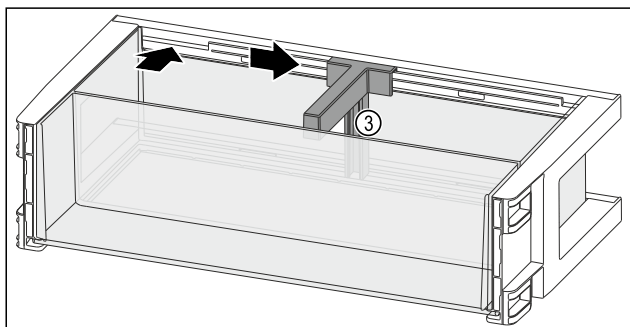

Fig. 125
- Вставте тримач пляшок Fig. 125 (3) у паз.
- Пересуньте тримач пляшок Fig. 125 (3) убік до бажаної позиції.